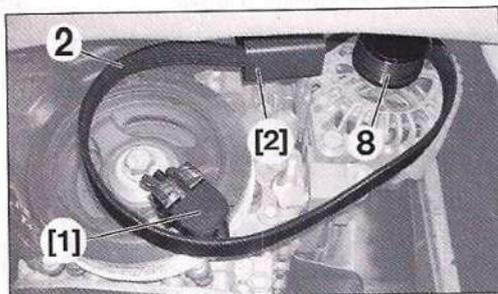

FIG. 23
- Poner la correa (2) en la polea del alternador (8) (Fig.23).